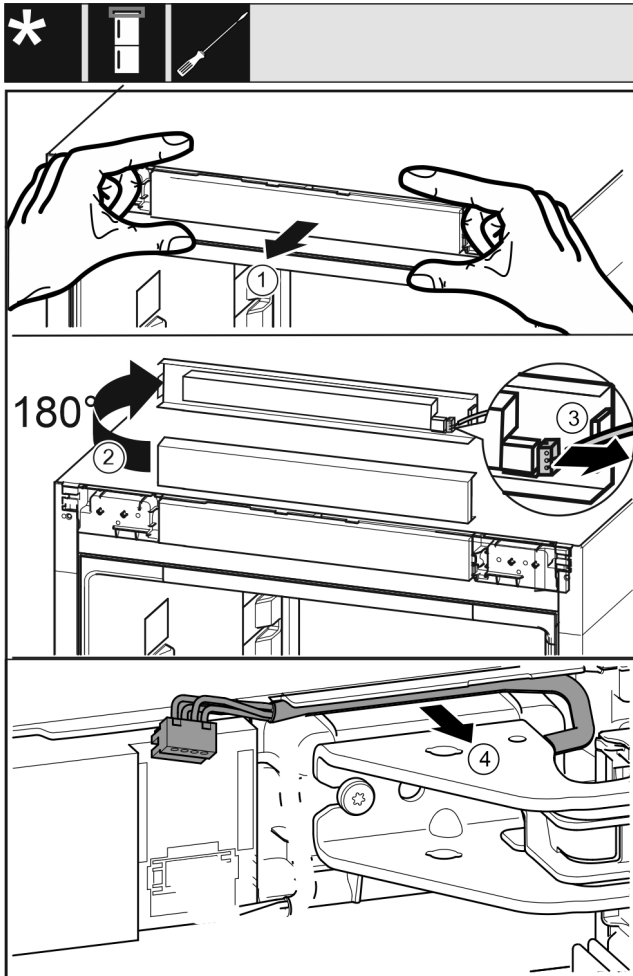

Fig. 19
- ▶ Desfaceți spre înainte cu precauție masca de operare a aparatului. Fig. 19 (1)
- ▶ Rotiți masca de operare în sus cu 180°. Fig. 19 (2)
- ▶ Apăsați ciocul de fixare spre înapoi și extrageți cu precauție fișa. Fig. 19 (3)
- ▶ Desfaceți cu precauție cablul deasupra suportului de lagăr din ghidaj. Fig. 19 (4)